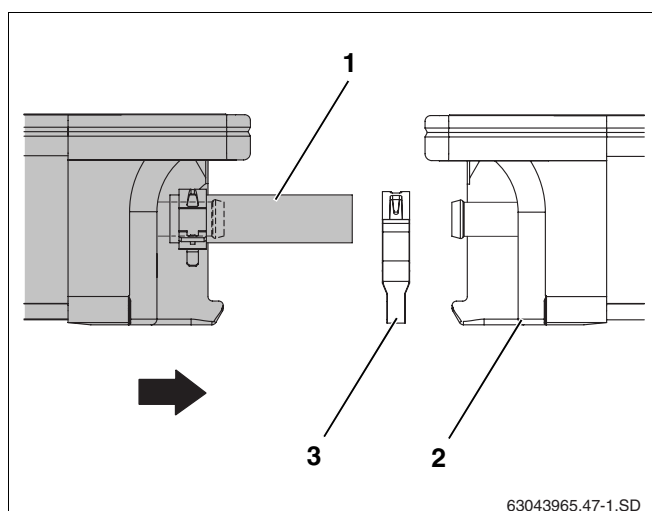

Fig. 46 Deslizar el segundo colector hasta el primero
- ▶ Coloque el segundo colector con los tubos solares premontados (fig. 46, **pos. 1**) sobre los perfiles guía y déjelo deslizar hasta los seguros contra deslizamiento.
- ▶ Deslice la segunda abrazadera (fig. 46, **pos. 3**) sobre el tubo solar.
- ▶ Deslice el colector hacia el primer colector (fig. 46, **pos. 2**) de tal forma que los tubos solares montados previamente se deslicen hasta las conexiones situadas a la izquierda del primer colector.